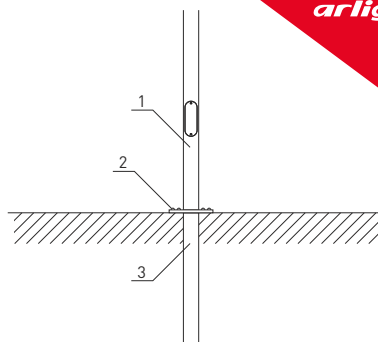

Рис. 2. Установка опоры OXOR-STER-G
- 3.3. Подготовьте место для установки светильника. Затяните крепежные болты (рис. 2).